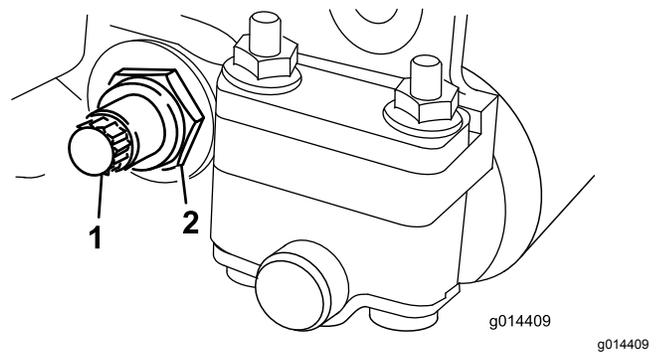

図 22
3. ベッドバーボルト **図 22** を固定しているロックナット機体両側をゆるめる。
4. 各ベッドバーボルトを抜いてベッドバーを下に引き抜いてカットングユニットから外す **図 22**。